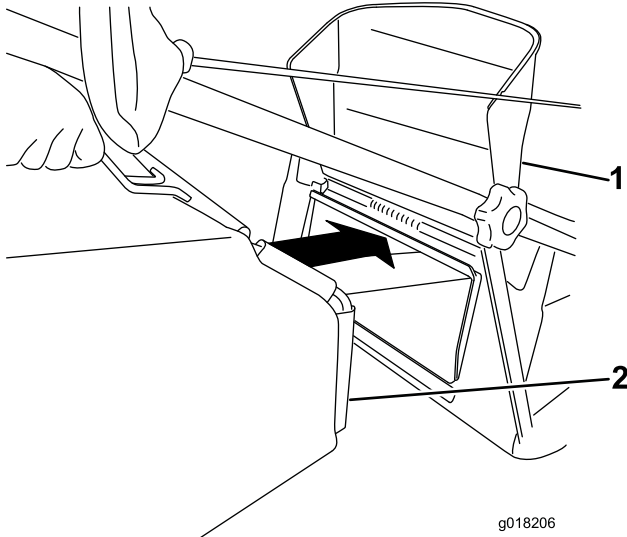

Bild 14
3. Haken Sie den Fangkorb ein (Bild 14).